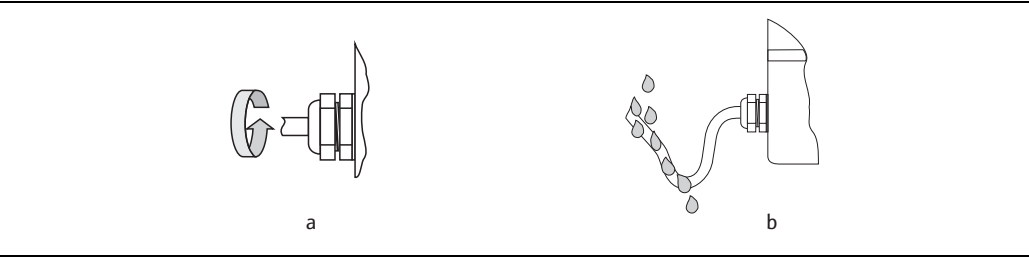

图 25: 缆塞安装指南
- 缆塞必须牢固拧紧 (点 a → 图 25)。
- 电缆必须在缆塞 (“ 聚水器 ”) 的前面打开环结 (点 b → 图 25)。